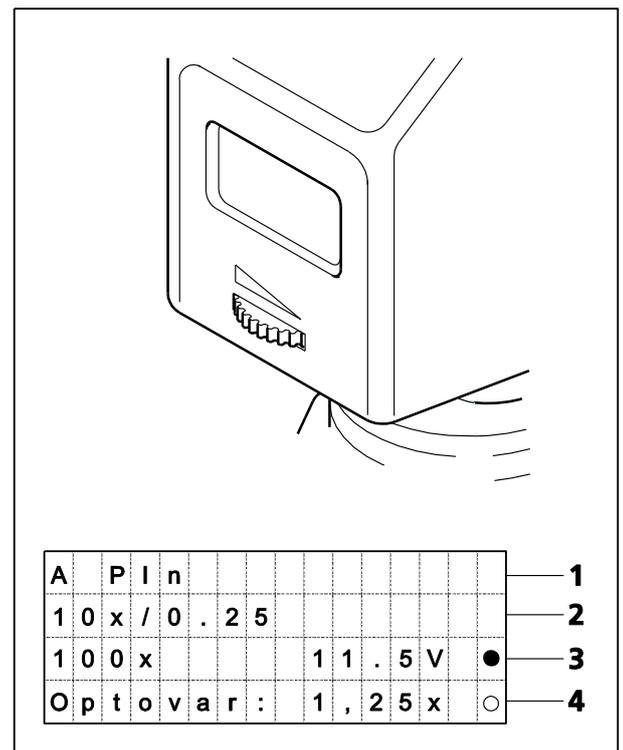

Fig. 75 Écran LCD
- Ligne 1 (Fig. 75/1) :
- Ligne 2 (Fig. 75/2) :
- Ligne 3 (Fig. 75/3) :
- Ligne 4 (Fig. 75/4) :